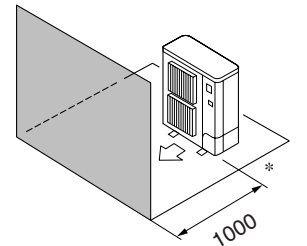

Fig. 2-5
- ④ Yalnızca öndeki engeller (Fig. 2-5)